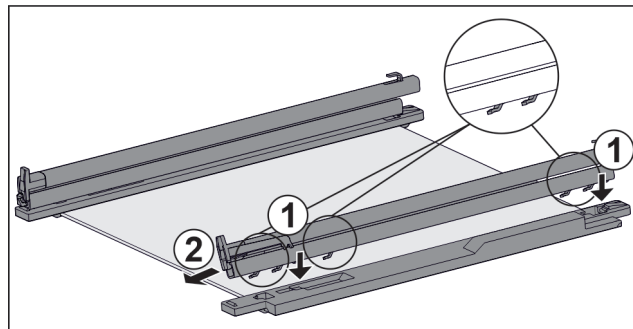

Fig. 46 Стекла́нная пластина с направляющими и крепежными элементами
- ▶ Поместите крючки направляющей в отверстия **левого** крепежного элемента. *Fig. 46 (1)*
- ▶ Потяните направляющую вперед. *Fig. 46 (2)*
- ▶ Поместите крючки направляющей в отверстия **правого** крепежного элемента. *Fig. 46 (1)*